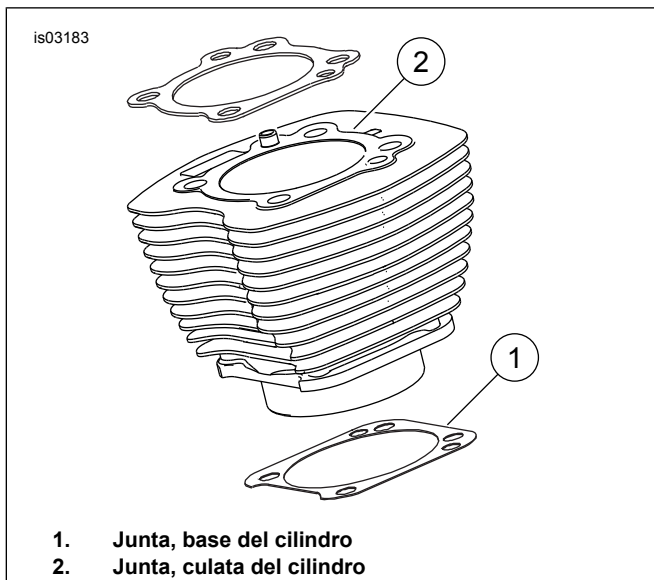

Figura 1. Juntas de los cilindros
- Vea Figura 1. La junta de la base del cilindro (1) de 103 mm (4.060 in) y la junta de la culata del cilindro (2) eliminan la necesidad de o-rings. No utilice o-rings en los pasadores de localización del cilindro ni en las lumbreras del cilindro.
- Quando esté instalando la nueva junta de la base (1), instálela con el lado grabado hacia abajo y el lado cóncavo hacia arriba.